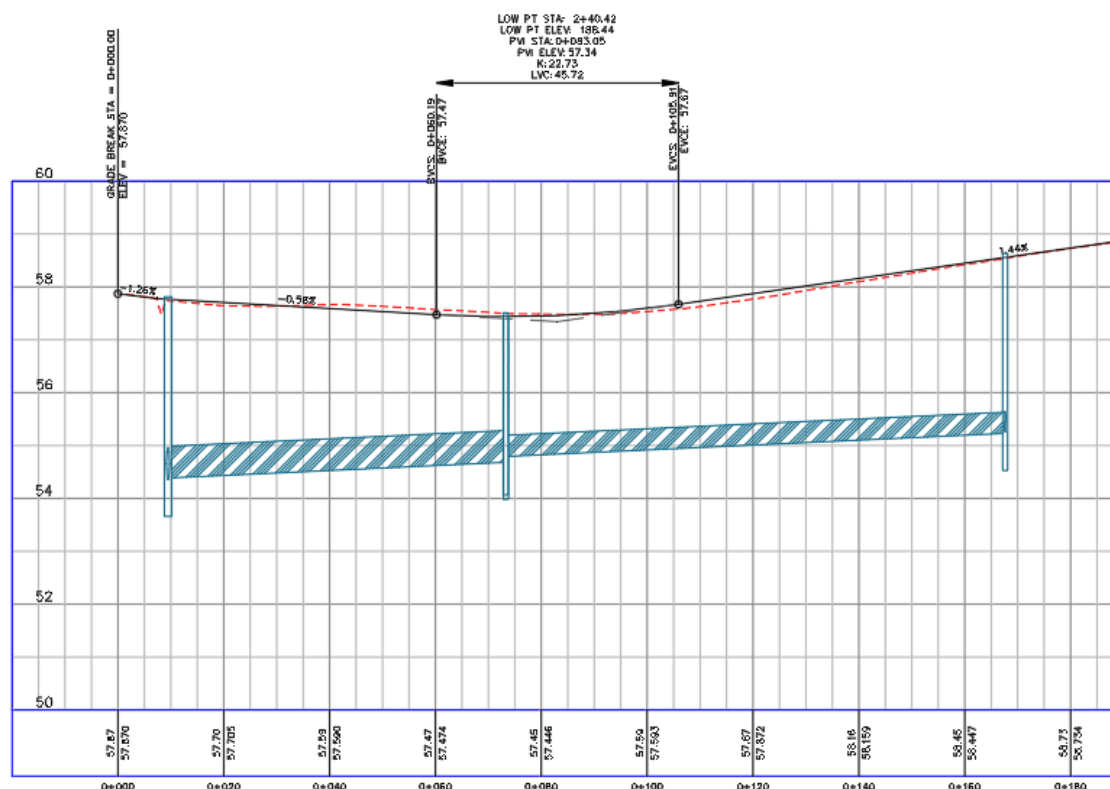

Рис. 1.10. Две трубы и три колодца, построенные на виде профиля
24. Повторите выполнение инструкций 18–19 для водоприемника, расположенного к западу от пикета 0+170. После этого на виде профиля вычерчены две трубы и три колодца (рис. 1.10).